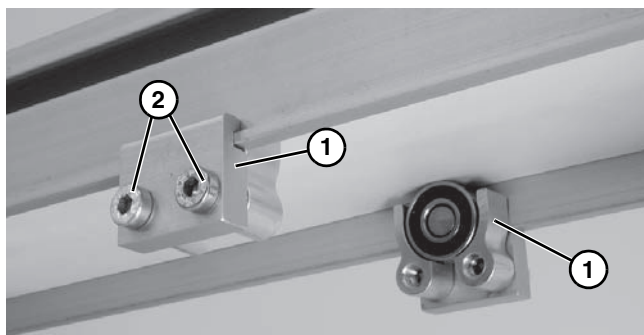

Figure 14
3. Installez les assemblages de galet (Figure 14, item 1) comme indiqué. Resserrez les vis (Figure 14, item 2) à une valeur de 7 Nm.